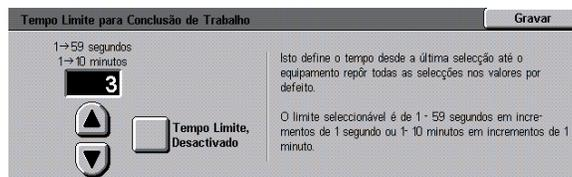

Figura 55: Exemplo de ecrã do valor de tempo limite
- Utilize as setas **para cima e para baixo** (Figura 55) para aumentar ou diminuir o tempo pretendido antes de regressar aos valores por defeito quando um trabalho está terminado ou apenas parcialmente programado, entrar no modo Baixa Potência, desligar ou sair do modo Administração do Sistema. Certifique-se que permanece entre os tempo mínimos e máximos indicados.